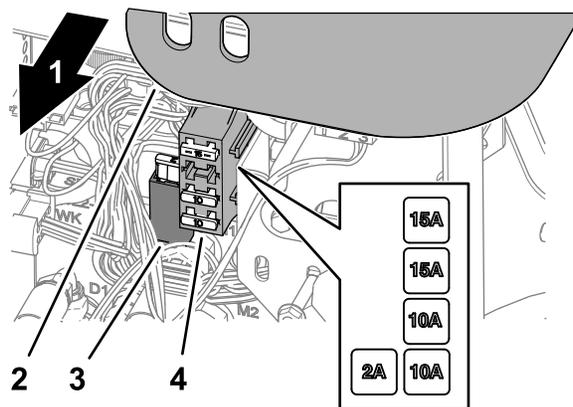

Рисунок 78
1. Поднимите крышку с рычага управления (Рисунок 78).
2. Найдите перегоревший предохранитель в держателе предохранителя или блоке предохранителей (Рисунок 78).
4. Установите крышку на рычаг управления (Рисунок 78).